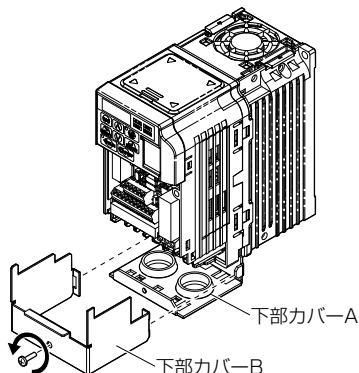

図 9 下部カバー B の取外し (閉鎖壁掛形：NEMA Type1)
6. 閉鎖壁掛形 (NEMA Type1) のインバータ (CIMR-V□□A□□□□F) の場合、下部カバー B の取付けねじを緩めて、下部カバー B を取り外します。(図 9 参照)